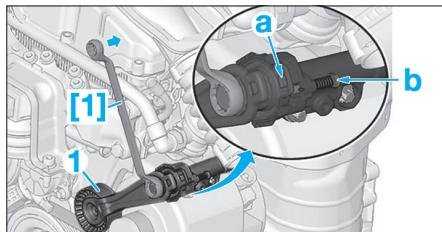

Fig. 14
- Agir sur le tendeur dynamique (1) dans le sens horaire (Fig.14), jusqu'à la coïncidence de l'encoche (a) avec la pigne (b); appuyer simultanément sur la pigne (b), afin de l'enclencher dans l'encoche (a).